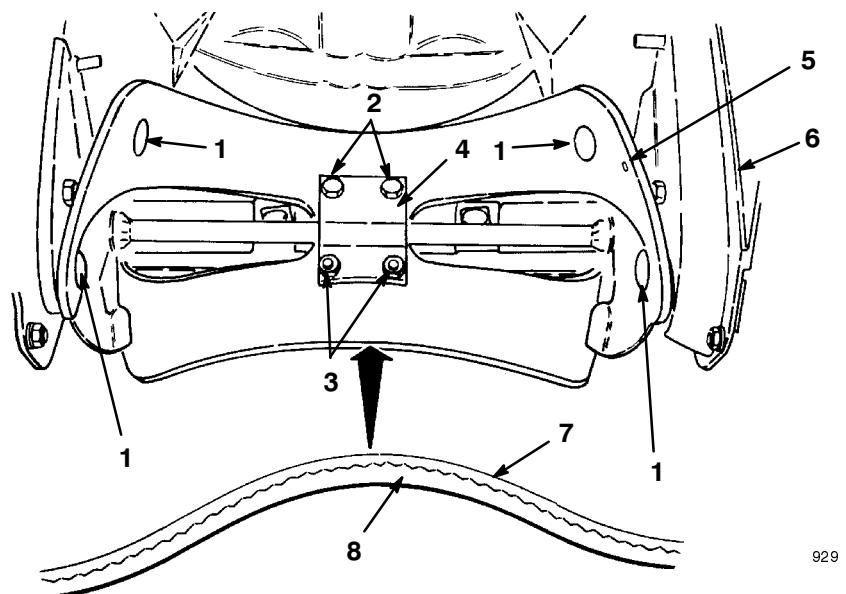

Bild 15
1. Entfernen Sie die vier Torx-Schrauben, die zwei Inbusschrauben und die sechs Sicherungsmuttern, mit denen das Blatt an der Rotorwellengruppe abgesichert ist (Bild 15).
2. Schieben Sie das Blatt von unterhalb der Blattstützen heraus (Bild 15).
1. Untersuchen Sie die Kante des neuen Rotorblatts auf einen Unterschied in der Schichtstärke (Fig. 15). Einige Rotorblätter tragen auf der dicken Seite des Blatts eine Teil-Nr.
Montieren Sie die Rotorblätter mit der dicken Seite an der **Innenseite** der Kurve. (Bild 15). Wenn Sie die Blätter falsch einbauen, können diese unwuchtig sein und zum "Hüpfen" oder "Springen" der Fräse führen.
4. Positionieren Sie die Schraubenköpfe an der dicken Seite des Blatts (Bild 15).
5. Biegen Sie das Blatt und sichern es mit den restlichen vier Torx-Schrauben und Sicherungsmuttern ab, wobei Sie die Schraubenköpfe an der dicken Seite des Blatts positionieren (Fig. 15).